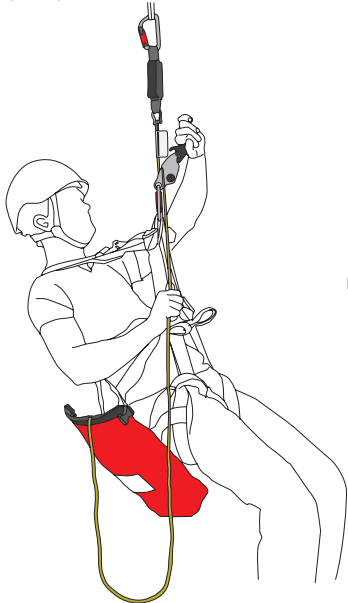

Fig. 2
3. Attachez l'appareil de descente au point d'attache avant du harnais, fig. 2 – (nous recommandons le point d'attache bas EN813 sur le harnais), avec le mousqueton. Vérifiez que les deux mousquetons sont complètement fermés.